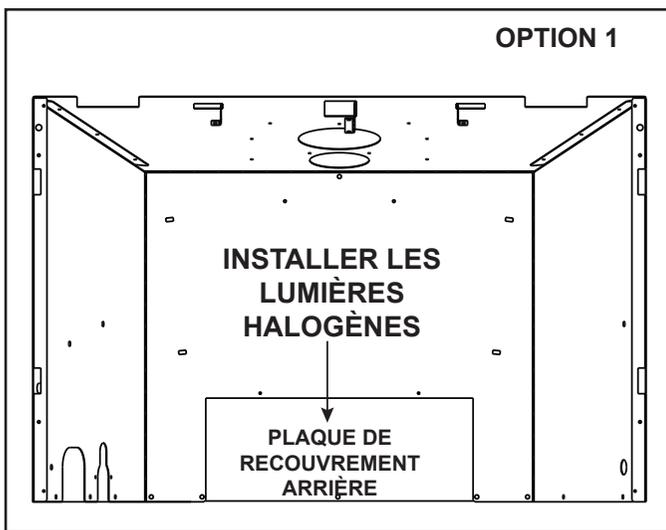

Figure 6.6 Retrait de la plaque de recouvrement (Option 1)
- Retirez les cinq vis de la plaque de recouvrement arrière. Voir la figure 6.6.